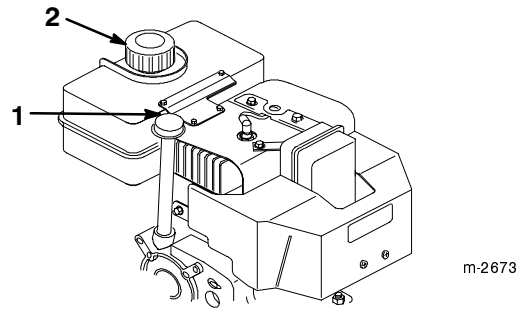

Figure 16
2. Nettoyez la surface autour de la jauge d'huile (Fig. 16).
3. Retirez la jauge du carter moteur (Fig. 16).
1. Nettoyez la surface autour du bouchon du réservoir de carburant (Fig. 16).